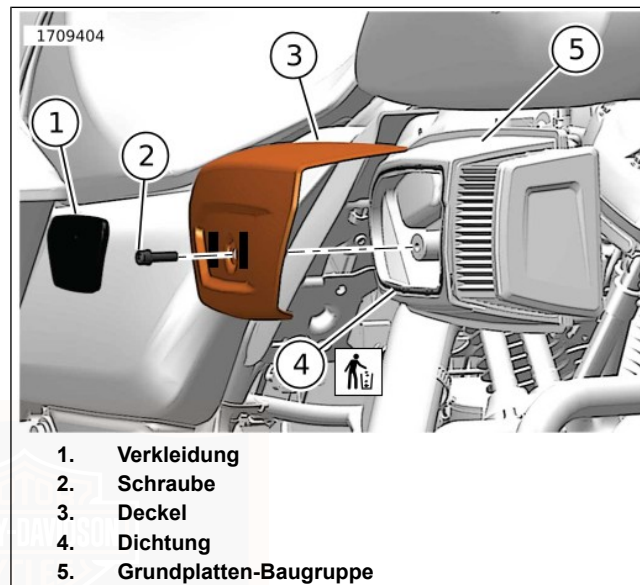
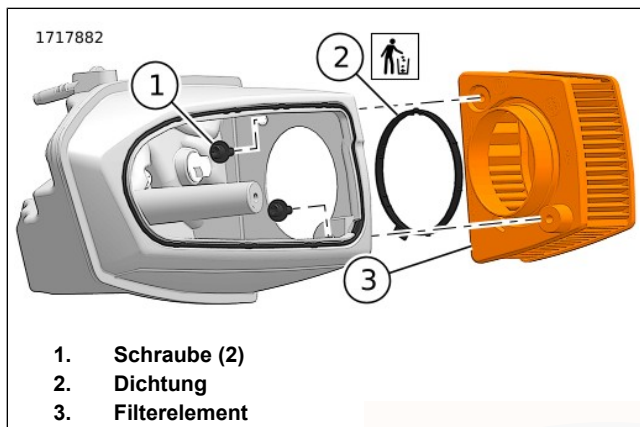

Abbildung 110. Luftfilterabdeckung
Abbildung 111. Luftfiltereinsatz
1. Siehe Abbildung 110. Die Luftfilterabdeckung entfernen.
- a. Die Zierblende (1) mit einem keine Schäden verursachenden Werkzeug von der Abdeckung (3) trennen.
- b. Die Schraube (2) entfernen.
- c. Deckel entfernen (3).
2. Siehe Abbildung 111. Den Luftfiltereinsatz entfernen.
- a. Die Schrauben (1) entfernen.
- b. Den Luftfiltereinsatz (3) entfernen.
- c. Entfernen Sie das Siegel (2). Auf Schäden oder Verschleiß prüfen. Bei Bedarf austauschen.
1. Siehe Abbildung 110. Prüfen Sie die Dichtung (4) auf Beschädigungen oder Verschleiß. Bei Bedarf austauschen.
- a. Beim Austausch der Dichtung die Nut in der Grundplatten-Baugruppe (5) von allen Ölresten und Ablagerungen reinigen.
2. Siehe Abbildung 111. Den Luftfiltereinsatz anbringen.
- a. Die Lasche an der Dichtung (2) an der Einkerbung am Filterelement (3) ausrichten. Dichtung einbauen.
- d. Die Schrauben (1) einbauen. Festziehen.
3. Siehe Abbildung 110. Die Luftfilterabdeckung anbringen.
- a. Abdeckung (3) anbringen.
- b. Schraube (2) einbauen. Festziehen.